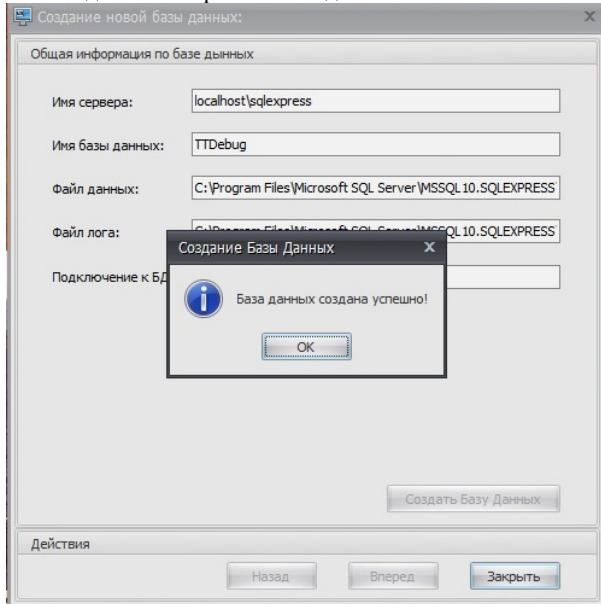

рис. 55
3.6 При успешном окончании процесса создания базы данных утилита выдаст сообщение «База данных создана успешно» (рис. 55), нажмите кнопку «Ок» и «Закрыть» для выхода из утилиты по созданию\настройки базы данных: